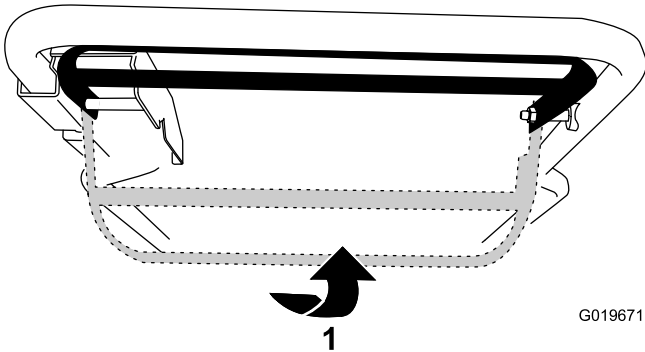

Bild 19
- Drücken Sie den Selbstantrieb zum Holm, um den Selbstantrieb ohne Einkuppeln der Messer zu verwenden (Bild 19).
- Schieben Sie den Schaltbügel ganz nach rechts und drücken ihn zum Holm, um den Selbstantrieb zu verwenden und die Messer einzukuppeln (Bild 19).